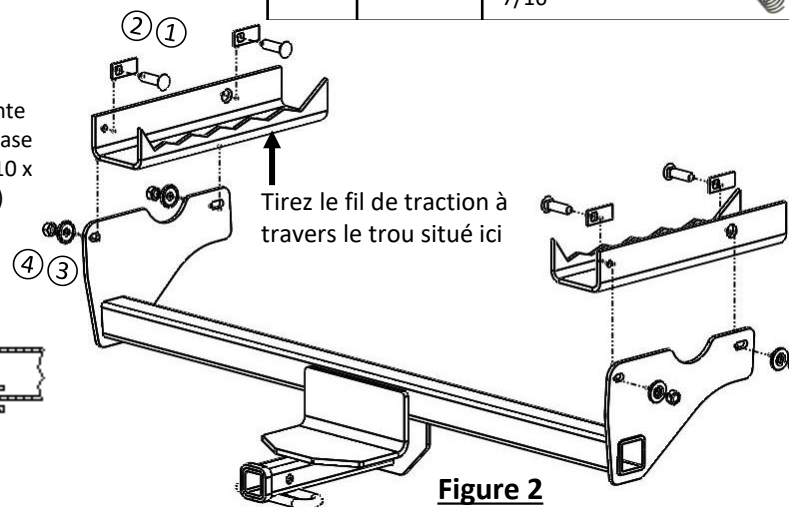

Figure 2
2. **Installer l'attelage** - À l'aide du fil de traction ⑤, insérez les (2) boulons de carrosserie ① et les (2) cales ② à travers le trou d'accès comme illustré dans les Figures 4 à 5, des deux côtés. Laissez les fils de traction fixés à la visserie et laissez temporairement cette dernière à l'intérieur du châssis. Soulevez l'attelage et insérez le fil de traction installé précédemment à travers la fente de support d'attelage. Retirez les fils de traction et installez sans les serrer la rondelle conique ③ et l'écrou hexagonal ④ sur l'attelage; consultez la figure 2.